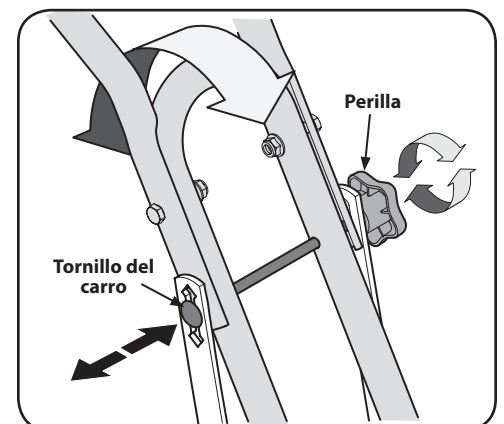

Figura 3-4
4. Hay tres orificios de ajuste de la altura en las dos ménsulas de soporte del manillar. Use un ajuste que posicione los manillares aproximadamente al nivel de la cintura cuando los dientes se encuentran a 3"-4" dentro del suelo. Para ajustar la altura de los manillares, afloje la perilla del mango, extraiga el tornillo del carro, ajuste en el modo deseado, empuje el tornillo del carro hasta que la porción cuadrada del tornillo se fije en su lugar y vuelva a apretar la perilla. Vea la Figura 3-4.